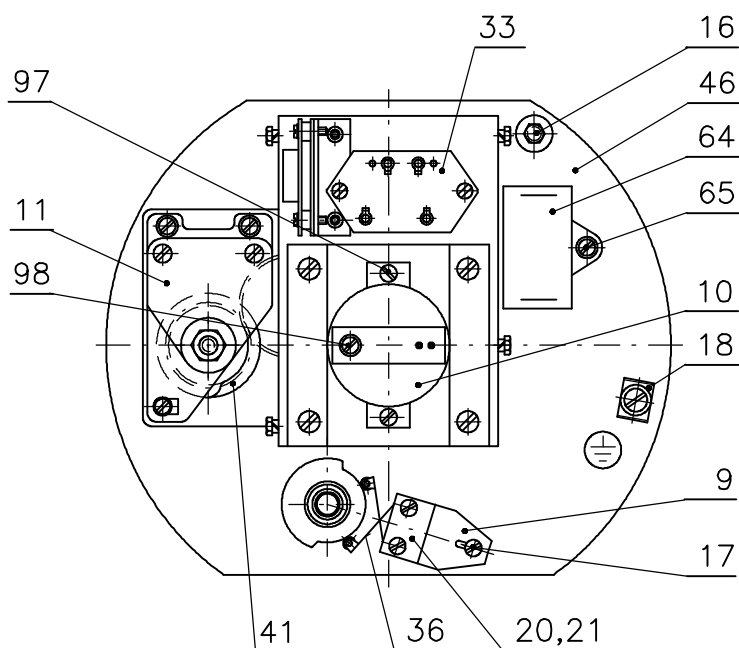

Рис. 3
Модуль М4 – шкаф управления (Рис.3) – исполнение с емкостным датчиком.
Блок выключателей (9) (рис.3,6) образован из двух микровыключателей S1 а S2. В рабочее положение устанавливается после ослабления винта (17).